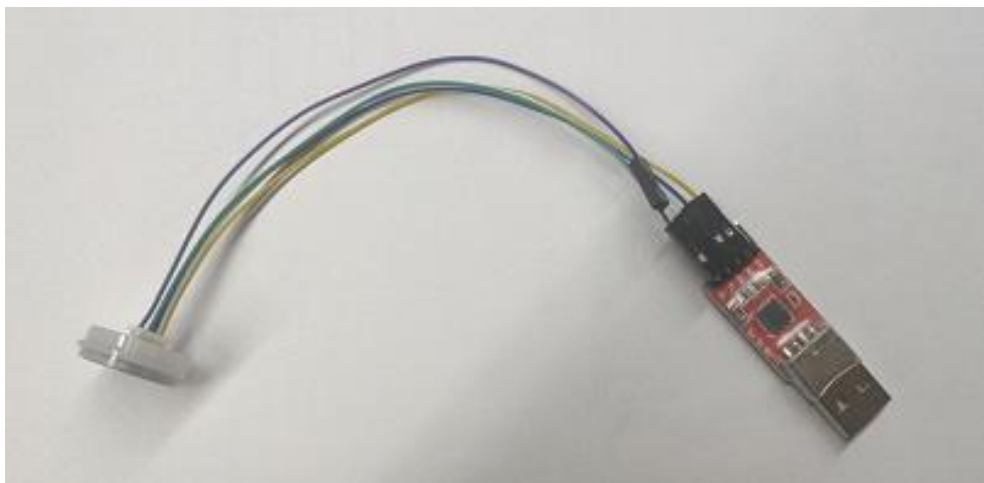

图 4-1 串口通信方式连接图
- ◆ **串口方式：**请参考图 4-1 方式连接模块至 PC 电脑。